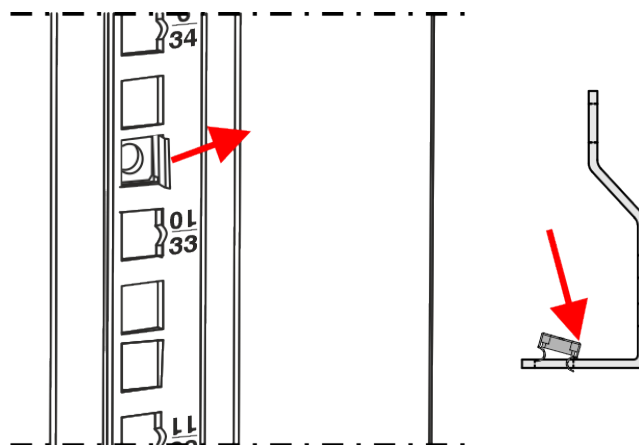

Fig. 44
- 02) Inserire un lato del **dado della gabbia (L)** nella **staffa verticale (F)**, come illustrato nella Fig. 44.